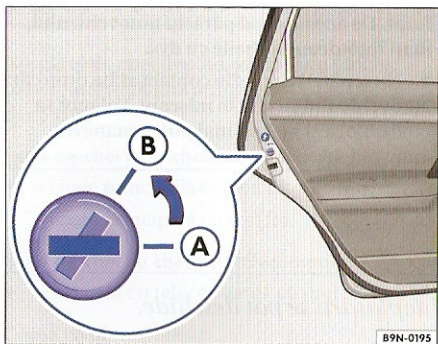
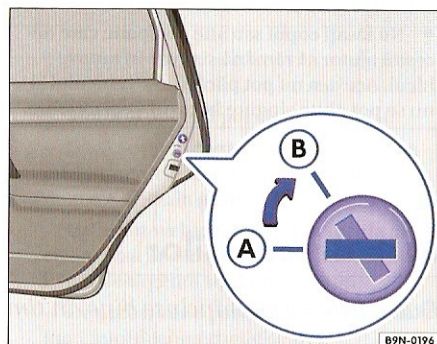

Fig. 15 Siguranța pentru copii la ușa din stânga: (A) dezactivată, (B) activată.
Fig. 16 Siguranța pentru copii la ușa din dreapta: (A) dezactivată, (B) activată.
– Rotiți cu cheia în ușa deschisă, fanta în poziția ⇒ pagina 22, fig. 15" (B) sau ⇒ pagina 22, fig. 16" (B).